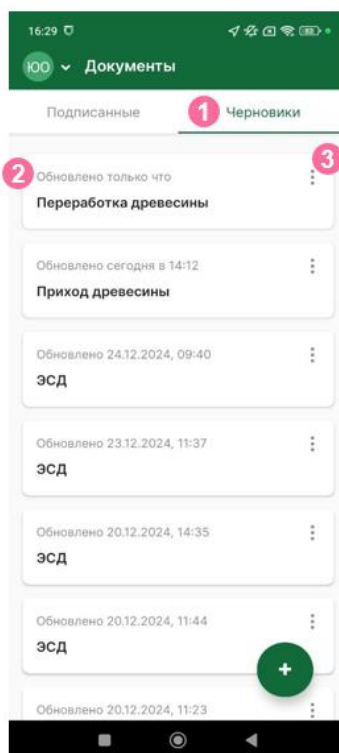

Рисунок 40 – Сохранение документов
3. Для удаления черновика требуется нажать справа на меню около выбранного документа и выбрать вариант «Удалить». (рисунок 40)